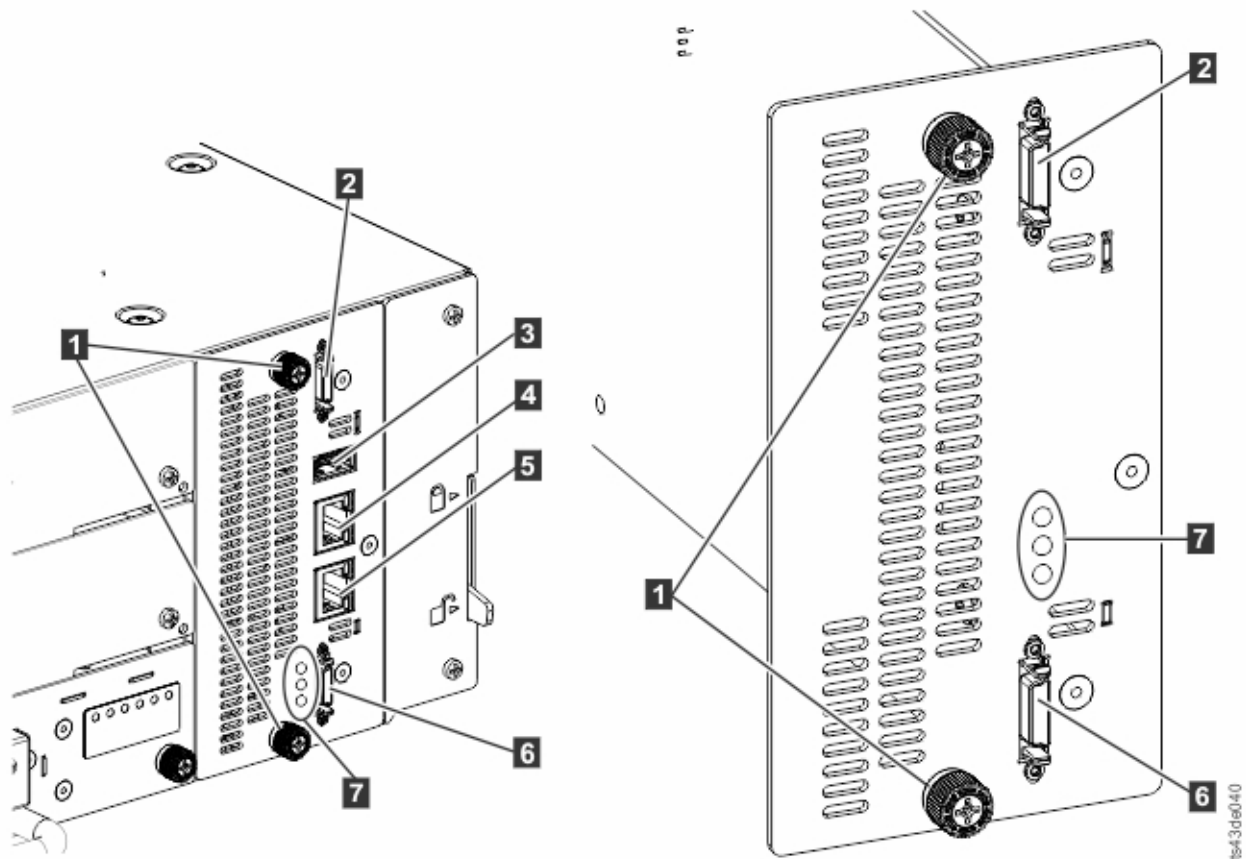

図 69. コントローラー・カード・コンポーネント
3. イーサネット・ケーブル (**4** と **5**) および USB ケーブル (**3**) がある場合は、それらを取り外します (拡張モジュールにはイーサネット・ポートも USB ポートもありません。 136 ページの図 69 を参照してください)。
4. 前に取り外した拡張相互接続ケーブル (**2** と **6**)、イーサネット・ケーブル (複数の場合あり) (**4** と **5**)、および USB ケーブル (**3**) を元の位置に戻します (拡張モジュールにはイーサネット・ポートも USB ポートもありません。 136 ページの図 69 を参照してください)。